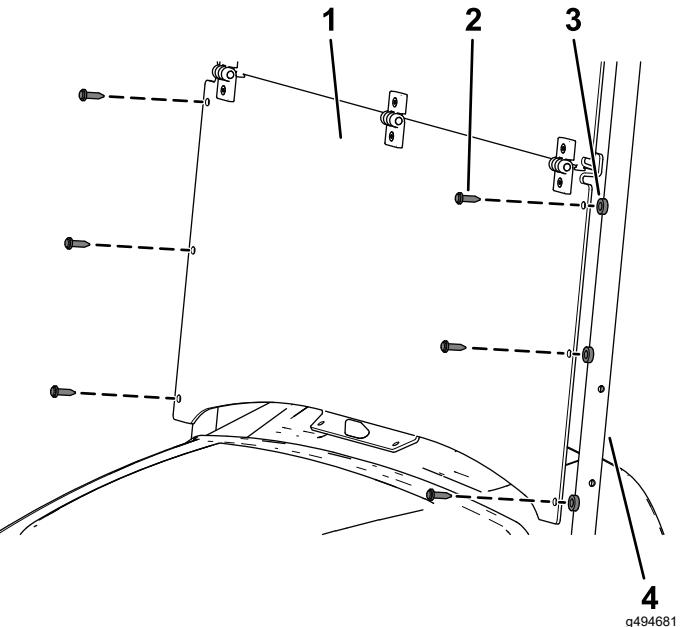

Figura 8
- Allineate i fori nella parte inferiore del parabrezza con i fori nei tubi di supporto del tettuccio (Figura 8).
- Fissate i lati del parabrezza ai tubi di supporto del tettuccio con i 6 distanziali in plastica e i 6 rivetti lunghi di plastica (Figura 8).